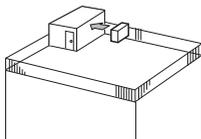

Fig. 2-3
- ① Okrenite izlaz za zrak prema najbližem dostupnom zidu na oko 35 cm udaljenosti od zida. (Fig. 2-3)